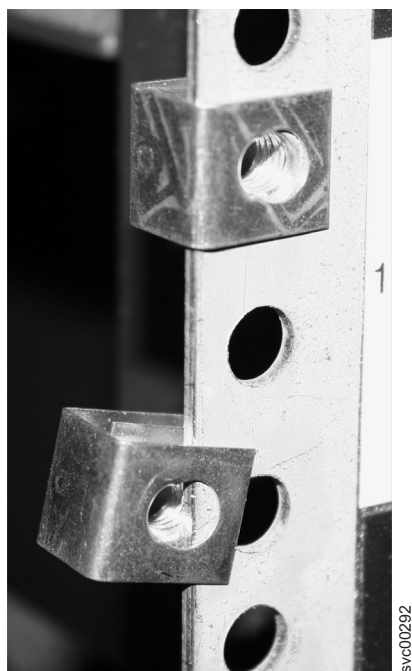

図 6. クリップの位置決め
2. 図 6 に示すように、4 個の「C」クリップをラックのマウント・バーで位置決めします。